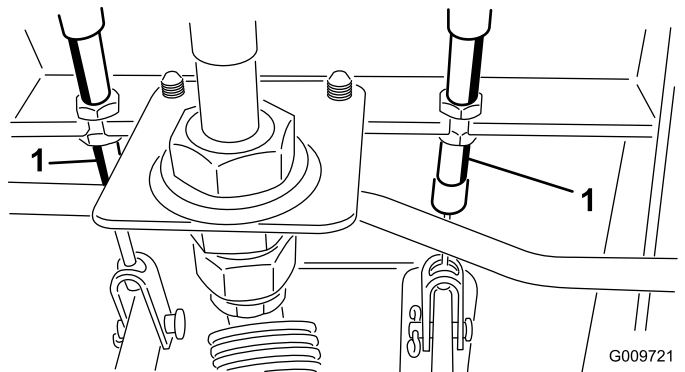

Bild 80
- A. Lockern Sie die vordere Mutter an der Gewindeseite des Bremszuges (**Bild 80**).